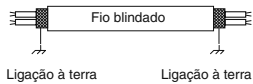

Fig. 4-4
- Utilize fios blindados para a instalação eléctrica de controlo entre unidades (c) e ligue a blindagem à terra em ambos lados; caso contrário, pode ocorrer um mau funcionamento devido ao ruído. (Fig. 4-4)